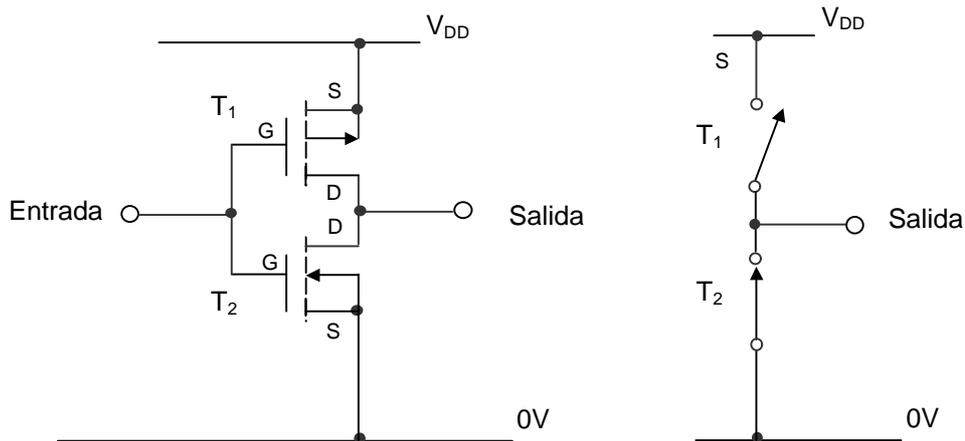
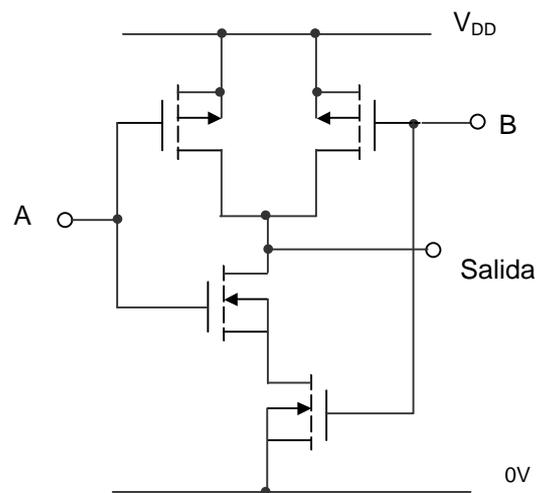

Figura 4-21. Inversor lógico CMOS. (a) Arquitectura interna. (b) Circuito equivalente.
Figura 4-22. Puerta NAND CMOS.
La lógica MOS complementaria utiliza MOSFET de canal n y de canal p como muestra la Figura 4-21.
Cuando el voltaje de entrada está cerca de 0 V, no conduce (OFF) el dispositivo de canal n  $T_2$  pero conduce (ON) el dispositivo de canal p  $T_1$ . Cuando el voltaje de entrada está próximo al voltaje de alimentación, la conducción se invierte y  $T_1$  no conduce y  $T_2$  sí. El circuito de la Figura 4-21 se puede representar mediante el esquema de la derecha (b). Con el conmutador  $T_1$  cerrado y  $T_2$  abierto, la salida está a nivel alto y con  $T_2$  cerrado y  $T_1$  abierto, la salida está a nivel bajo.
El inversor sencillo de la Figura 4-21 se puede modificar para proporcionar otras funciones lógicas. En la Figura 4-22 se muestra una puerta NAND de dos entradas.